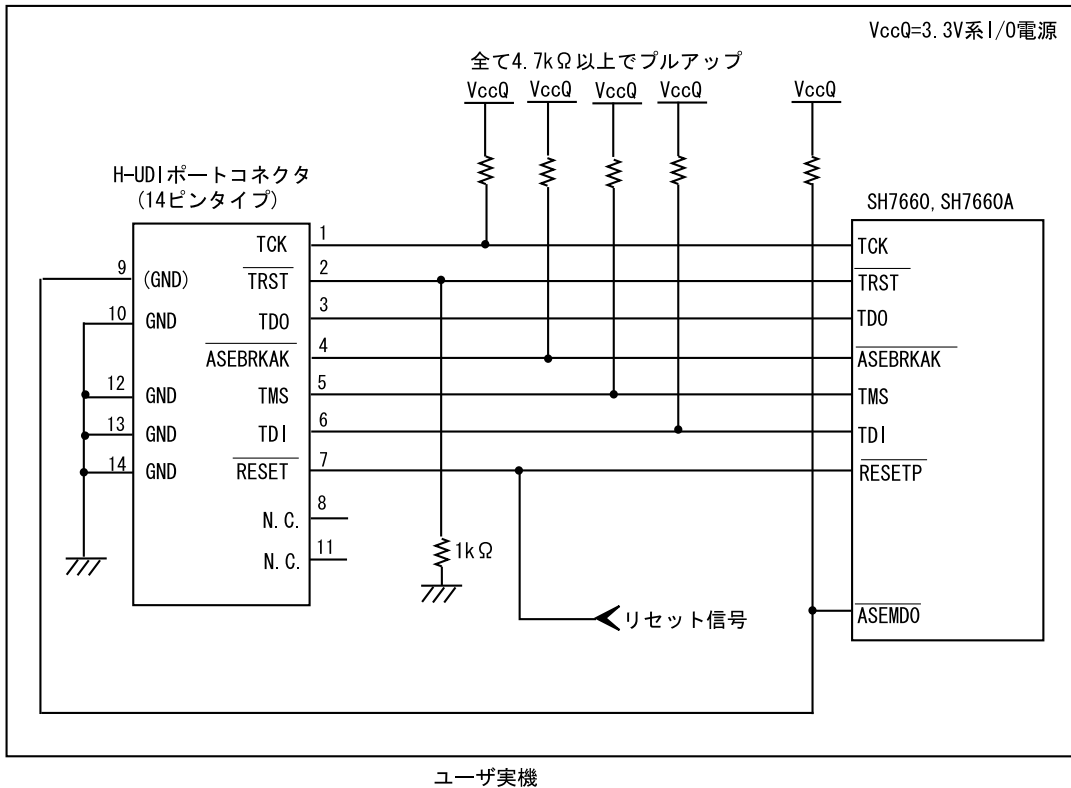

図 1.6 E10A-USB 使用時の H-UDI ポートコネクタ - チップ間の推奨接続例
E10A-USB エミュレータ使用時の H-UDI ポートコネクタ(14 ピンタイプ)とチップ間の推奨接続例を図 1.5、UVCC 未接続時の接続例を図 1.6 に示します。
- 図 1.6 接続例で回路を組んだ場合の E10A-USB エミュレータのスイッチ設定：SW2=0, SW3=1 スイッチ設定の詳細は、「SuperH™ファミリ用 E10A-USB エミュレータユーザーズマニュアル 3.8 章 DIP スイッチの設定」を参照してください。